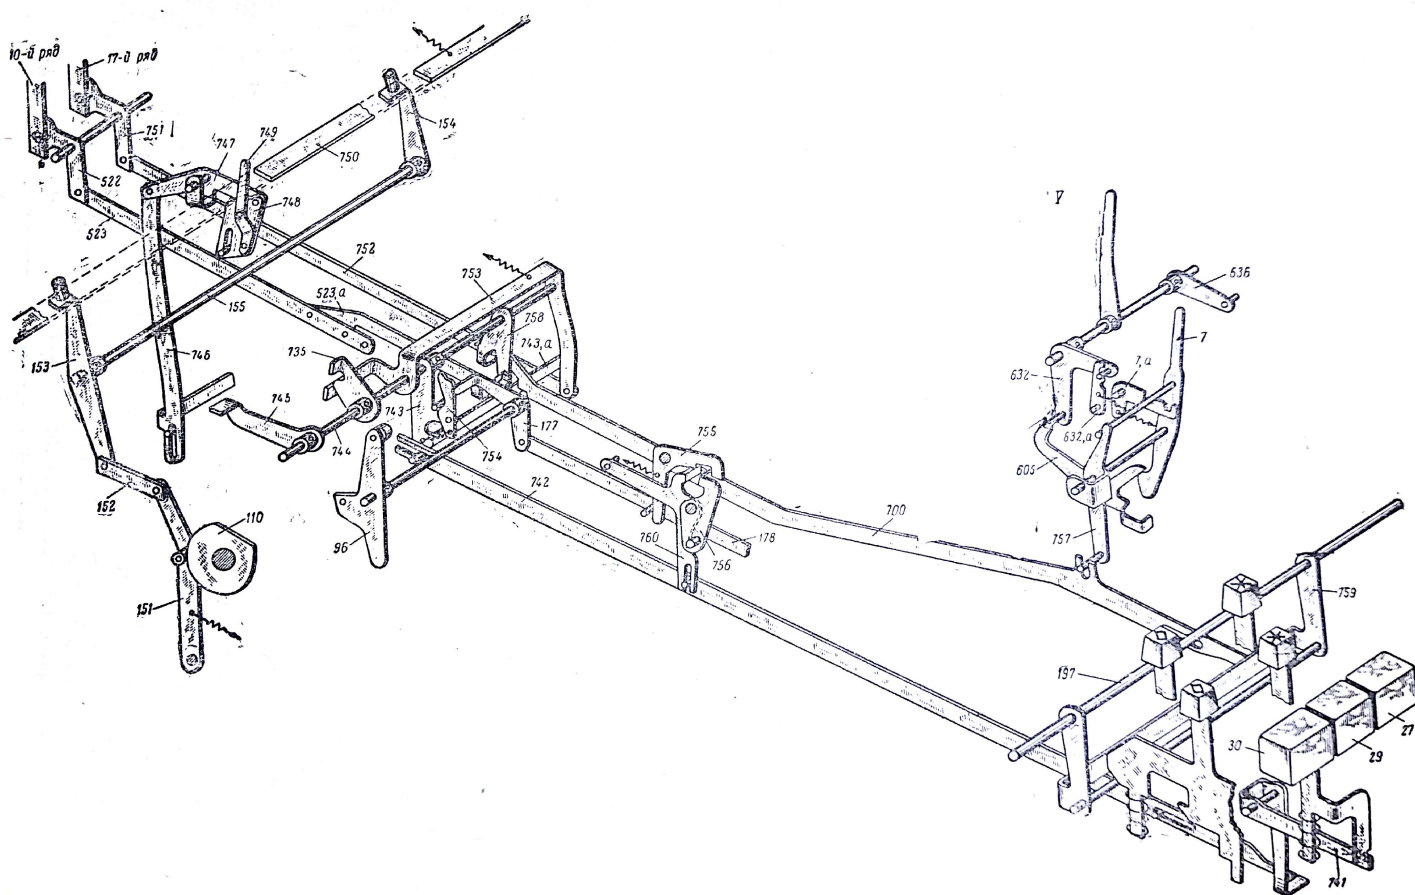

Рис. 73. Механизм работы машины по вертикали.
**Переход каретки из одной графы в другую при рабочем ходе.** В первой половине рабочего хода машины четырехплечий рычаг 121 (см. рис. 66) поворачивается по часовой стрелке и через ось поворачивает кронштейн 730 (см. рис. 71) с укрепленным на нем движком 731. При этом запорная собачка 734 движка, упираясь в отгиб среднего кронштейна 735 оси вертикальной работы 744 (см. рис. 73), поворачивается и освобождает движок. Движок под действием пружины заводной собачки 733 (см. рис. 71) перемещается назад и к концу первого движения четырехплечего рычага становится вырезом над роликом коленчатого рычага 728.
## 12. РАБОТА МАШИНЫ ПО ВЕРТИКАЛИ (рис. 73)
нижним плечом поворачивает трехплечий рычаг 605, который также штифтом верхнего плеча поворачивает клавиш накапливающих счетчиков; ругается собачкой 7, а в рабочем положении. Двухплечий рычаг 757 и фиксирует назад штангу 700, которая, нажимая на отгиб 743, а правого кронштейна 743, поворачивает ось вертикальной работы 744. При этом толкающая собачка 754, укрепленная на правом кронштейне, становится на пути отгиба кронштейна 177 оси минусового рычага 96, средний кронштейн 735 уходит с пути отгиба запорной собачки 734 (см. рис. 71) движок 731 и левым кронштейном 745 (см. рис. 73) подходит к отгибу тяги 746.
**Работа машины по вертикали от клавиши вертикальной работы.** (см. рис. 73). При нажатии клавиши вертикальной работы 30 клавишный стержень опускается и поворачивает коленчатый рычаг 741, который нижним плечом перемещает назад штангу 742. Штанга задним вырезом за штифт правого кронштейна 743 поворачивает ось вертикальной работы 744, а штифт поворачивает трехплечий рычаг 760. При этом собачка 755 заскакивает за отгиб верхнего плеча трехплечего рычага и запирает штангу в рабочем положении.